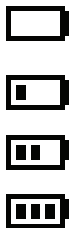

Рис.2 Пример видов символа значка батареи на экране прибора
5.6 В процессе работы измеряется напряжение питания прибора. Для визуального контроля напряжения питания на экране отображается значок батареи (Рис.2).